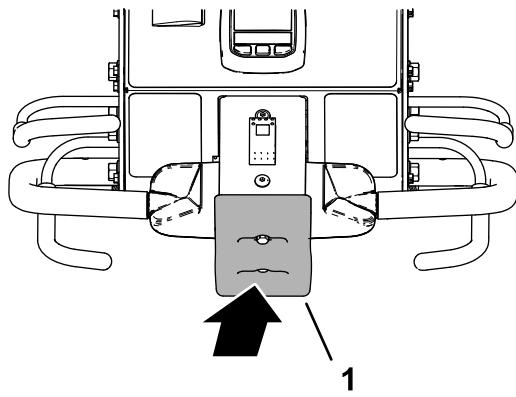

Bild 36
- Halten Sie den Schaltbügel und den Fahrantreibshebel betätigt und betätigen Sie den Anschlagschalter (Bild 36).